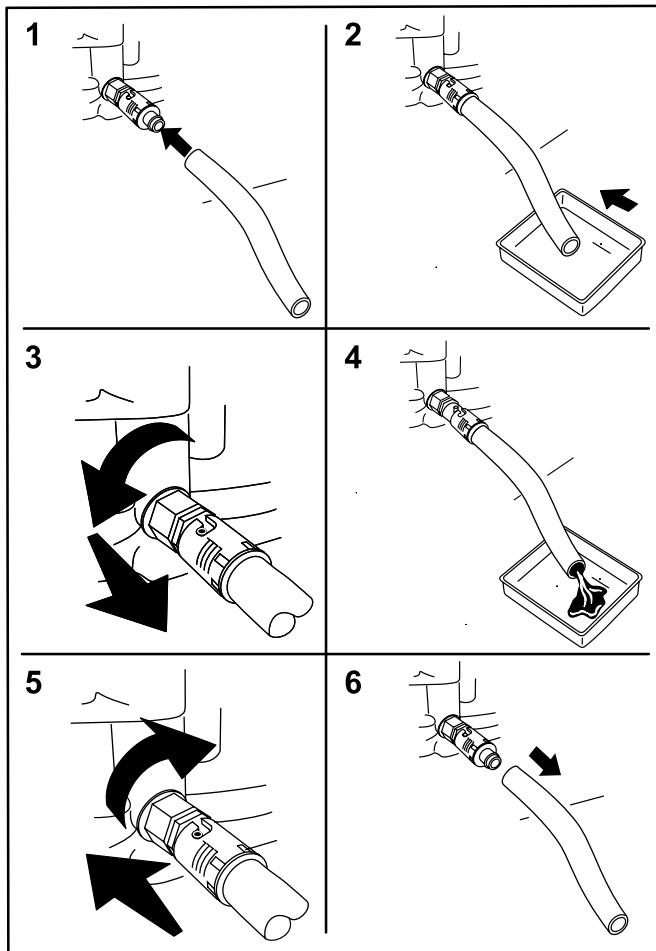

Figura 15
4. Instale la manguera de vaciado sobre la válvula de vaciado de aceite del motor (Figura 15).
5. Coloque el otro extremo de la manguera en un recipiente apropiado para recoger el aceite (Figura 15).
6. Gire la válvula de vaciado de aceite 1/4 de vuelta en sentido antihorario para empezar a vaciar el aceite (Figura 15).
7. Cuando todo el aceite se haya drenado, cierre la válvula de vaciado de aceite 1/4 de vuelta en sentido horario para cerrar la válvula (Figura 15).